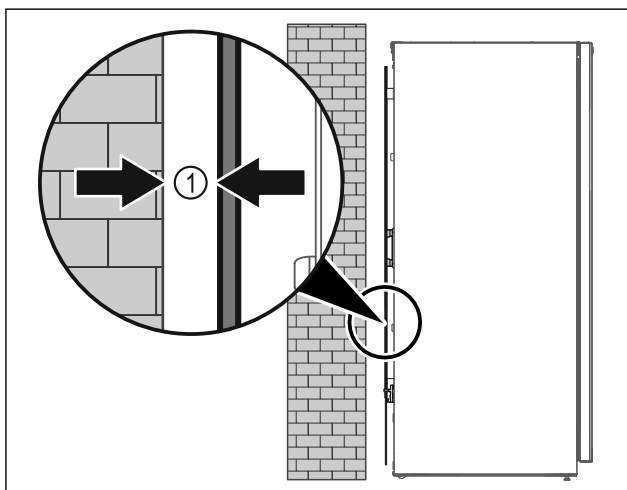

Fig. 50
- ▶ Apparaat ofwel vrij in de ruimte of direct tegen een wand met een minimumafstand van 5 mm Fig. 50 (1) opstellen.